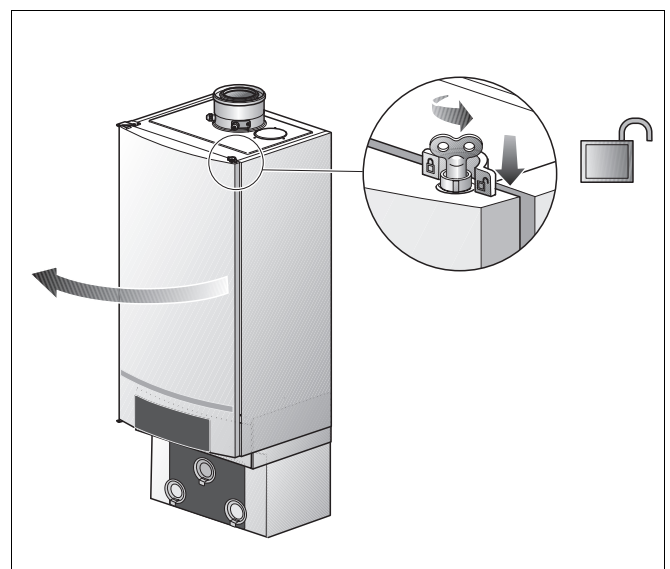

Fig. 25 Openen deur
- Open het slot van de deur, door deze met een ontluchtingsleuteltje een kwart omwenteling linksom te draaien (→ fig. 25, **loep**).
- Druk het slot naar beneden (→ fig. 25) en open de deur.